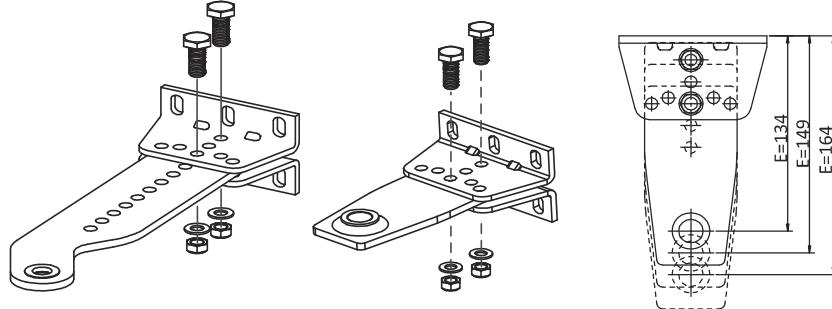
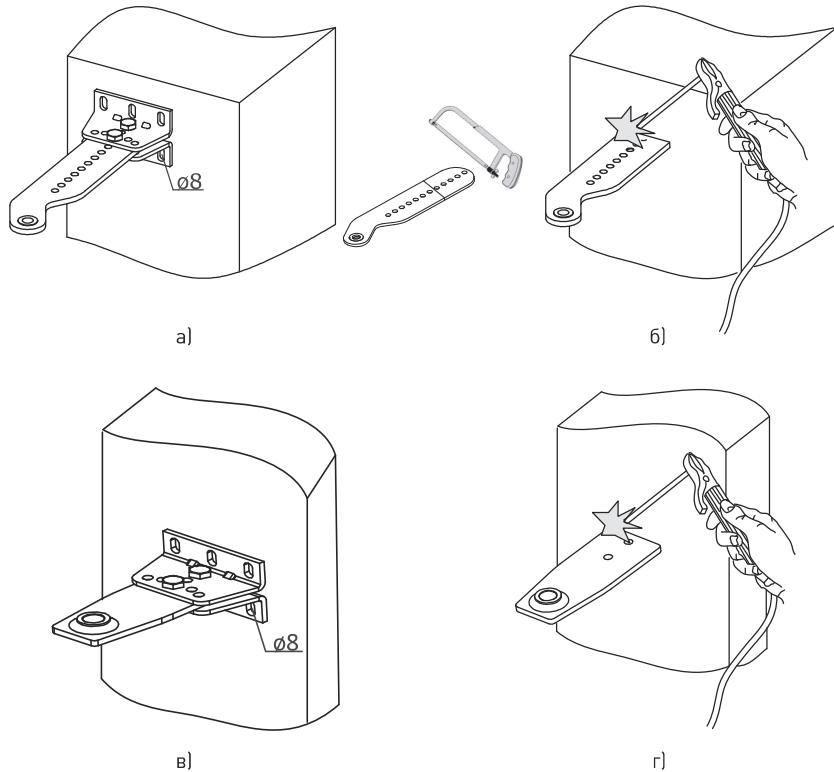
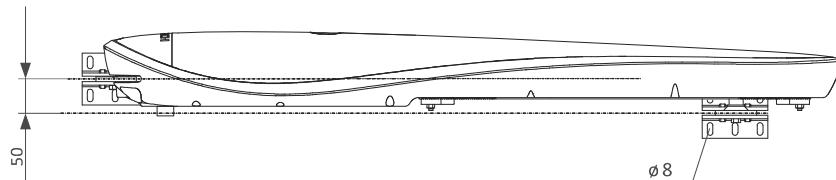

Рисунок 8. Сборка крепления заднего, переднего
Рисунок 9. Установка крепления заднего, переднего
Рисунок 11. Установка крепления переднего
Е — размер между краем створки и осью установки привода на переднее крепление (рис. 8), минимальный размер Е=134 мм; α — угол открытия створки;
- определив монтажные размеры **A** и **B** и место размещения заднего крепления на столбе, выберите вариант сборки заднего крепления (таб. 6, рис. 8). При необходимости кронштейн заднего крепления подрежьте до нужного размера. В случаях если длины кронштейна не достаточно, используйте подручные материалы для удлинения заднего крепления.
- Закрепите заднее крепление на столбе, крепление можно прикрутить или приварить к столбу (рис. 9). Убедитесь, что крепление установлено горизонтально. Крепление должно быть собрано и установлено жестко.
- Выдержав монтажный размер **W**, закрепите переднее крепление на створке (рис. 11). Длина переднего кронштейна **E** регулируется (рис. 8), при этом необходимо учитывать условие **B>X**. В случаях если длины кронштейна не достаточно, используйте подручные материалы для удлинения переднего крепления. Крепление можно прикрутить или приварить к створке (рис. 9). Установку проверяйте уровнем.